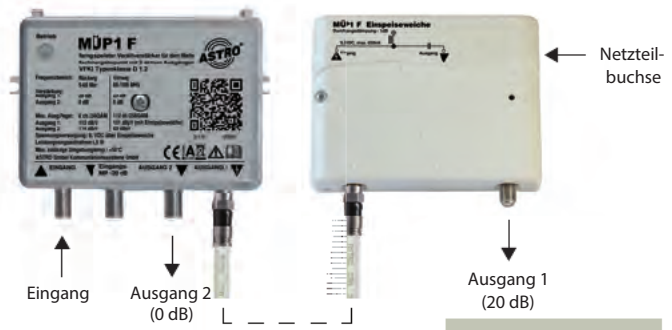

Bild 3: Stromspeiseweiche und MÜP1 F verbinden
1. Verbinden Sie die Eingangsbuchse der Stromspeiseweiche mit der Ausgangsbuchse 1 des MÜP1 F mit Hilfe eines zuvor konfektionierten Koaxialkabels (siehe Bild 3, unten).